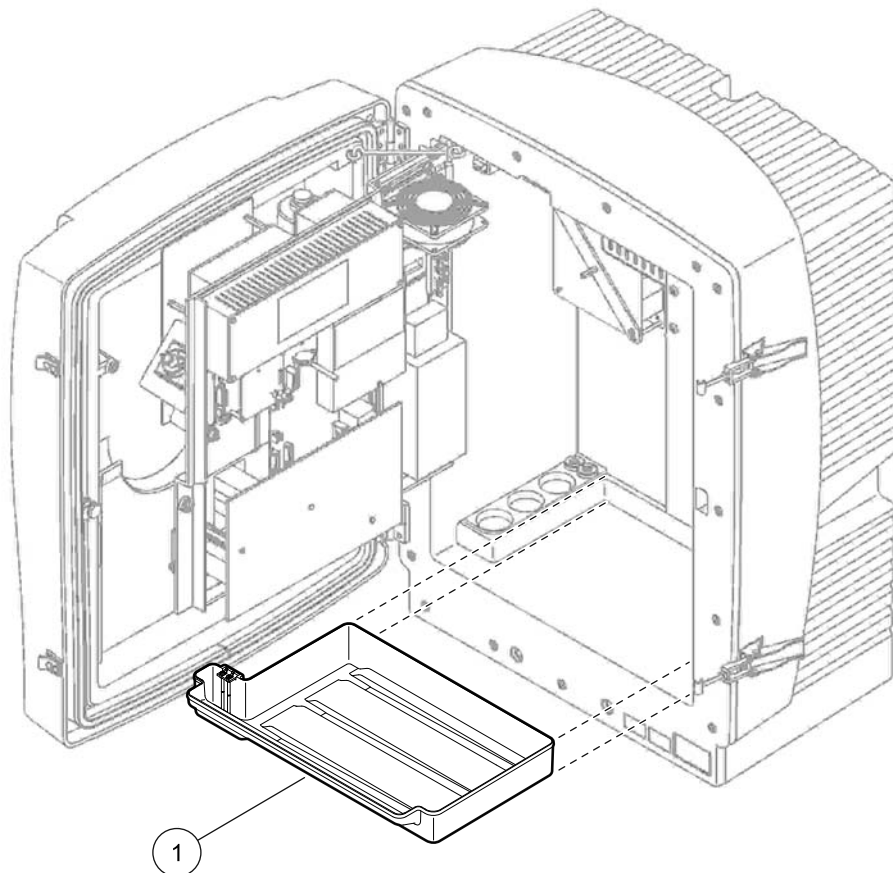

図 11 収集トレイの取り付け
2. 収集トレイを筐体の底にスライドさせます (図 11)。